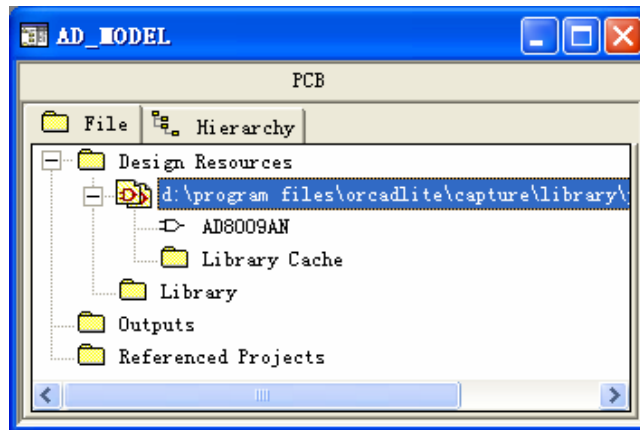

图 4.2.3 在 OrCad Capture 中的 Library Editor 窗口
b. 执行 File > Open > Library 菜单命令。浏览新创建的文件 (AD_MODEL.OLB)。点击 OK, 打开 PCB 窗口, 如图 4.2.3 所示。在我们的例子中,我们的库包含一个器件 (AD8009AN), 在实际情况下库中可能包含许多不同的器件和子电路。